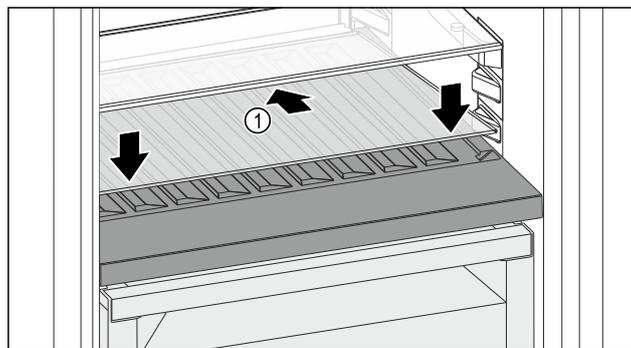

Fig. 146
- ▶ Posizionare il ripiano di vetro Fig. 146 (1) inclinato indietro e verso il basso.
- ▶ Abbassare la parte anteriore del ripiano di vetro Fig. 146 (1).